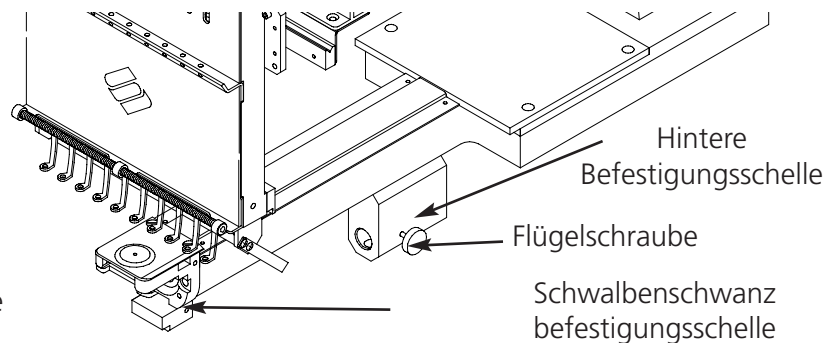

Abbildung 3-7
4. Unter dem Zylinderarm befinden sich die Kappenrahmenbefestigungsschellen (siehe Abb. 3-7: